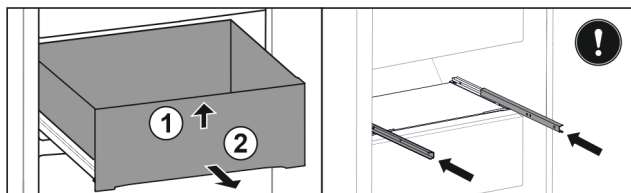

Fig. 51
- ▶ Ridicați sertarul în față. Fig. 51 (1)
- ▶ Extrageți sertarul spre înainte. Fig. 51 (2)